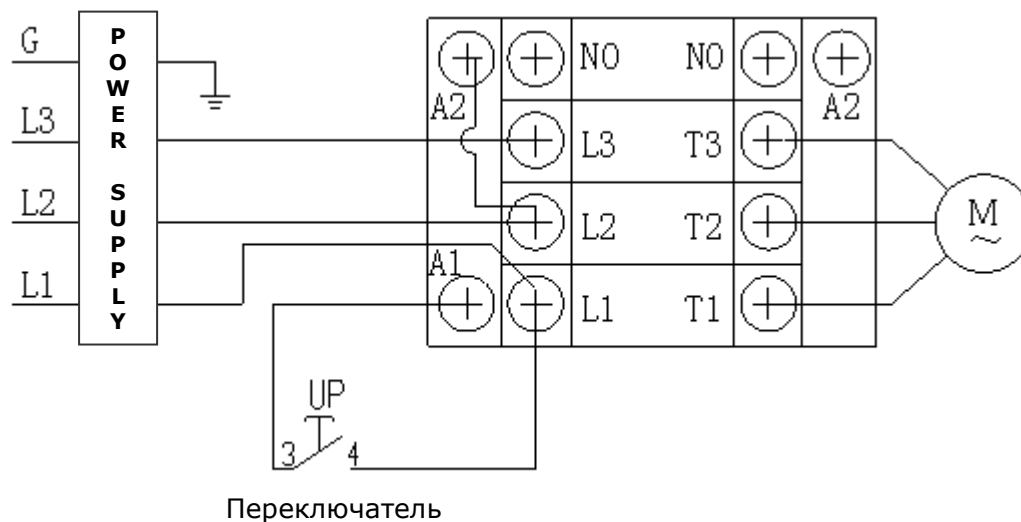

рис. 34
2.3.Схема подключения (См рис. 34).